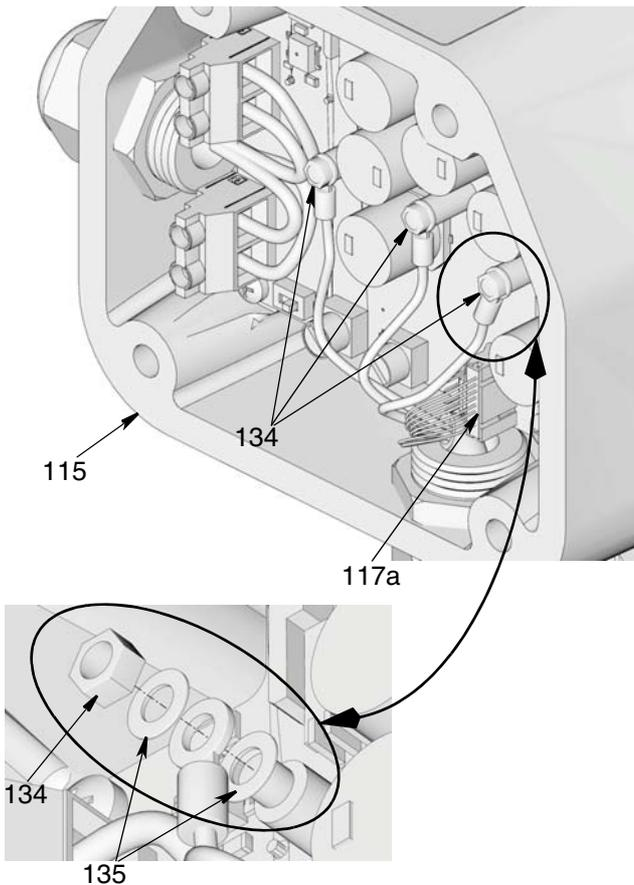

Рис. 54
6. Открутите гайки (134), как показано на Рис. 54. Извлеките шайбы (135) и отсоедините провода электродвигателя от зажимных клемм. Сохраните эти детали для использования при обратной сборке.
7. Отсоедините кабель датчика (117а) от платы управления электродвигателем (Рис. 54).